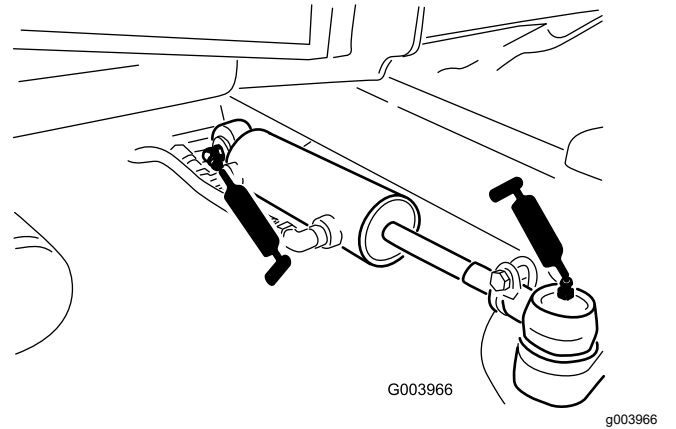

Figura 110
- Articulații sferice cilindru de direcție (2) (Figura 110)